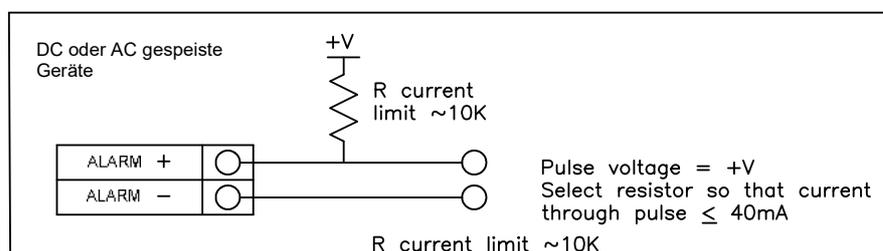

Bild 44 Galvanisch getrennter Alarm-Ausgang (externer Hilfsenergie)
1. Mit separater Hilfsenergie (Bild 44)